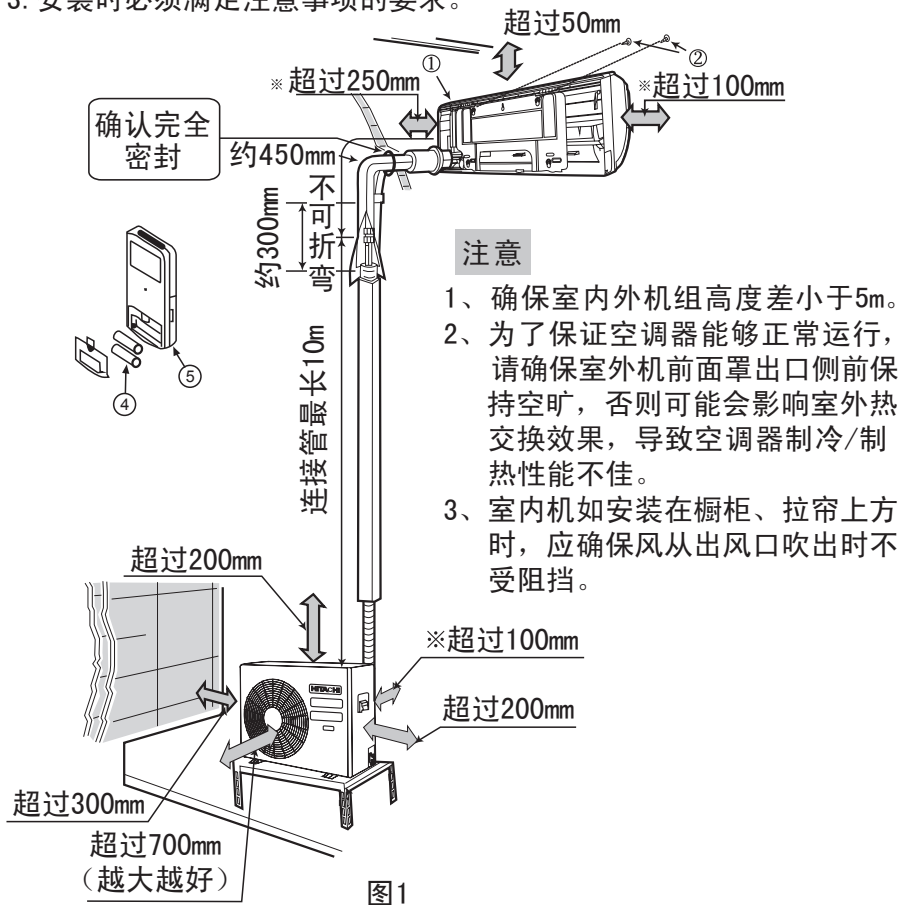

图1
1. 示意图1是连接配管安装成形。
2. 根据总装示意图1结合对应附件按要求牢固安装。
- (1) 为了便于修理，室内机组旁边应如图1般保留空间。
- (1) 室外机组的安装必须保留大于如图1所示距离，并尽可能远离障碍物，避免障碍物妨碍通风系统。
- (2) 尽量安装于房屋的东或北方。如安装于南或西方是无可避免时，应有遮盖物遮盖。
- (3) 最好不要安装在污秽或雨淋的地方。
- (4) 尽量靠近室内机组安装。
- (5) 室外机外形尺寸及安装固定孔位置